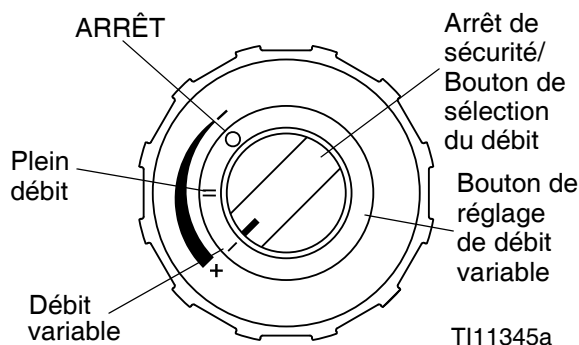

FIG. 25
1. Fermer la vanne d'air (W).
2. Tourner le bouton de sélection de débit en position débit variable. Voir FIG. 25.
Afin de pulvériser en jet débit réduit, pousser et tourner le bouton de sélection de débit et le mettre en position débit variable. Voir FIG. 25.
Afin de revenir en jet plein débit, pousser et tourner le bouton de sélection et le mettre en position plein débit. Voir FIG. 25.
NOTE : Le bouton de réglage de débit variable ne peut pas être réglé lorsque le bouton de sélection du débit se trouve en position arrêt de sécurité. Voir FIG. 25.
4. Tourner la vanne d'air en position **MARCHE**, et ouvrir les vannes de produit. Vérifier que le bouton de sélection du débit se trouve en position débit variable. Voir FIG. 25.